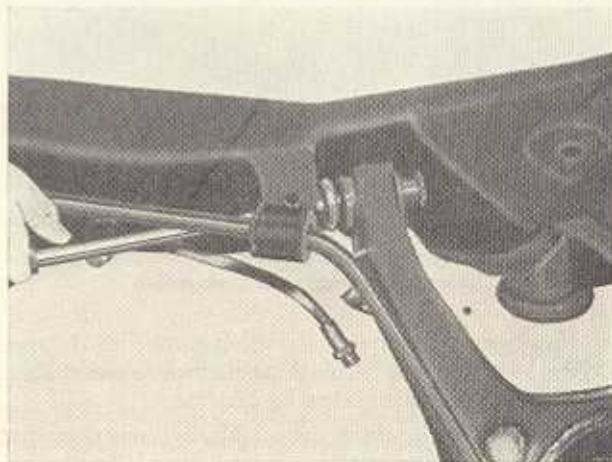

Bild F 81. Einführen des Bolzens an der Hinterachslagerung
1. Gummifedern in den hinteren Federträger einsetzen. Die nach Abschnitt 5.4.3. montierte Halbachse auf den hinteren Federträger aufstecken und den geölte Bolzen von der Wagenmitte nach außen durch den Stabilisatorhalter in die Lagerstelle einführen. (Lagerrohr am Rahmen innen geölt oder gefettet). Vorher noch die Scheibe vor die Bundbuchse halten: Bolzen vorsichtig einschieben (nicht schlagen). Auf das herausragende Ende die Scheibe aufstecken und die Kronenmutter $M 12 \times 1,5$ aufschrauben (Bild F 81).